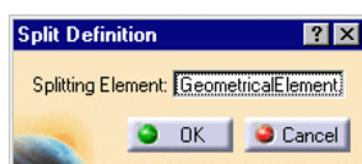

Fig.39. Dialogul Split Definition
- Se selecteaza suprafata dupa care se doreste împartit corpul, pe ecran fiind afisat dialogul **Split Definition** (fig.39) si o sageata care indica portiunea din corp care va fi pastrata;